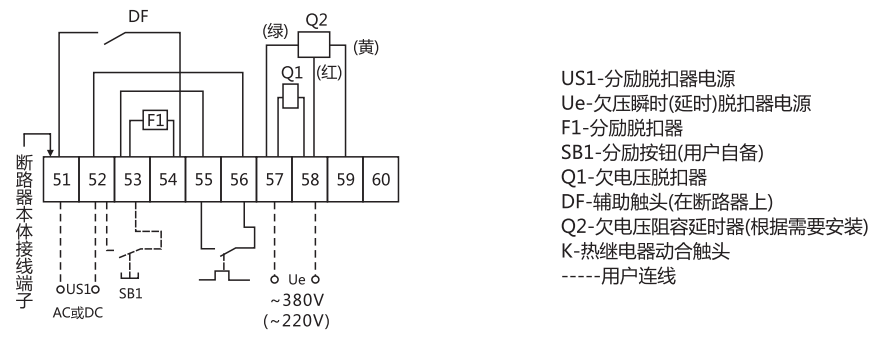

图15 热-电磁式断路器51~60号二次回路接线图
7.1 热-电磁式断路器(限流断路器)二次回路接线图见图15。